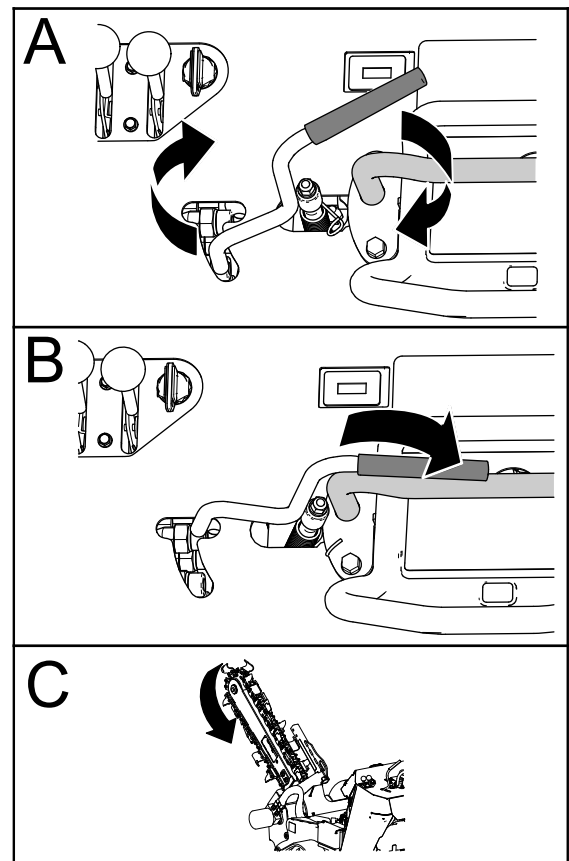

Рисунок 6
2. Проверьте вращение землеройной цепи (Рисунок 6).